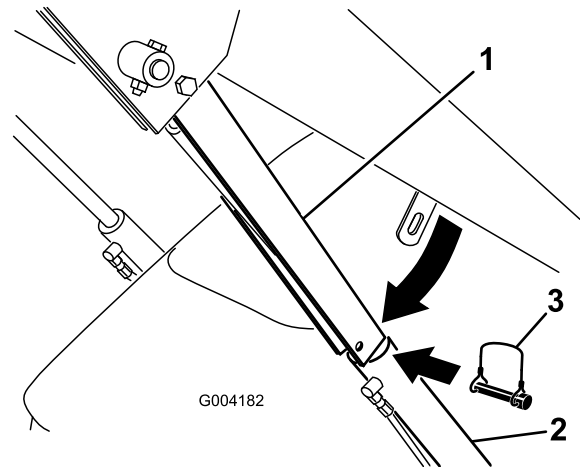

Figure 19
4. Enlevez la goupille à anneau qui fixe le verrou de vérin au bras de chargeuse (Figure 19).
5. Abaissez le dispositif de verrouillage sur la tige du vérin et fixez-le en position à l'aide de la goupille à anneau (Figure 19).